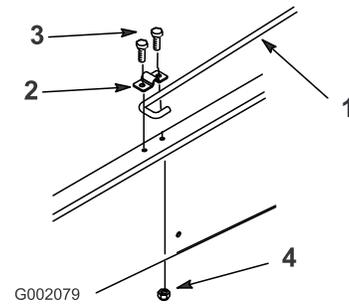

Figura 10
6. Afloje el perno que sujeta la fijación de la varilla al bastidor hasta que pueda deslizar el extremo en J de la varilla por debajo de la fijación (Figura 10).
7. Apriete el perno y sujete el otro extremo de la fijación con un perno nuevo (5/16 x 3/4 pulgada) y una tuerca con arandela prensada (5/16 pulgada) (Figura 10).